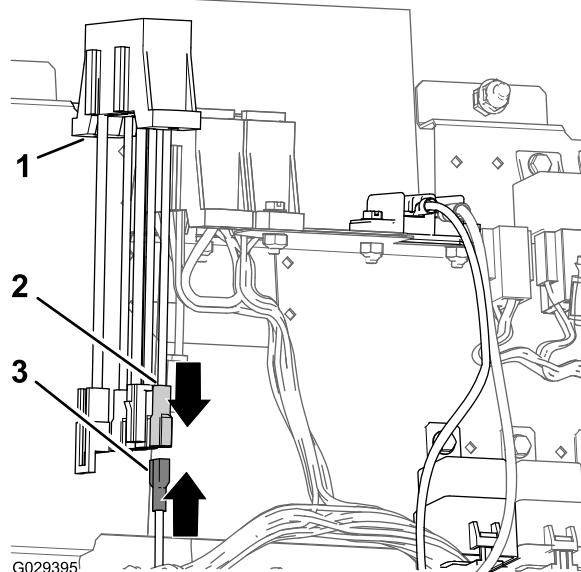

Figura 21
1. Ligue o conector macho da cablagem do kit de acabamento ao conector fêmea do bloco de fusíveis auxiliar (Figura 21).